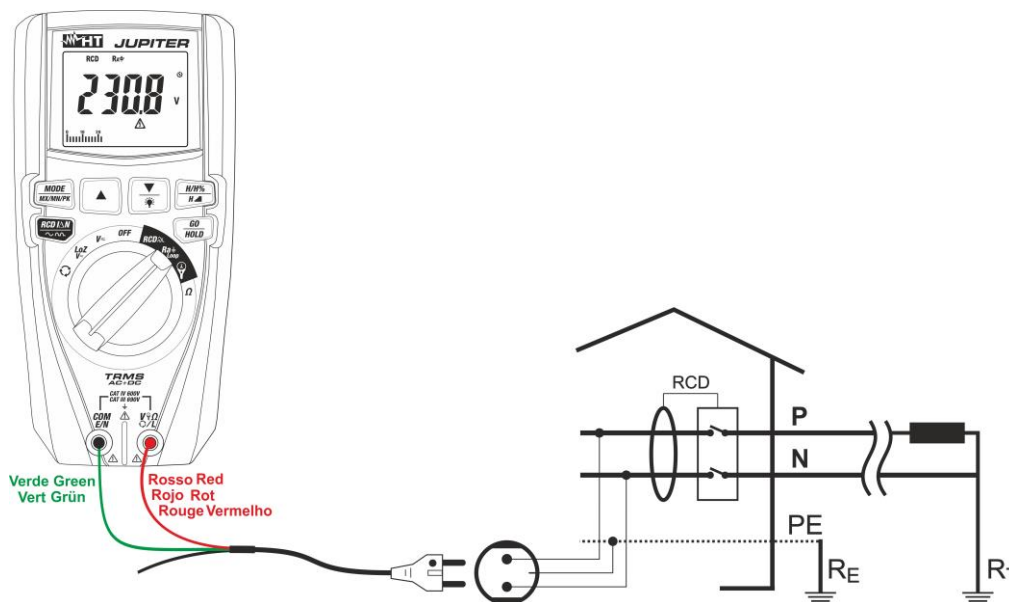

Fig. 17: Uso del instrumento para medida resistencia global de tierra con cable Schuko
5. En caso de uso del cable con toma shuko inserte el conductor rojo en el terminal de entrada **V Ω L** y el conductor verde en el terminal de entrada **COM/E/N** y conecte el instrumento a la instalación en examen (ver Fig. 17). El valor de la tensión Fase-Tierra se muestra en pantalla